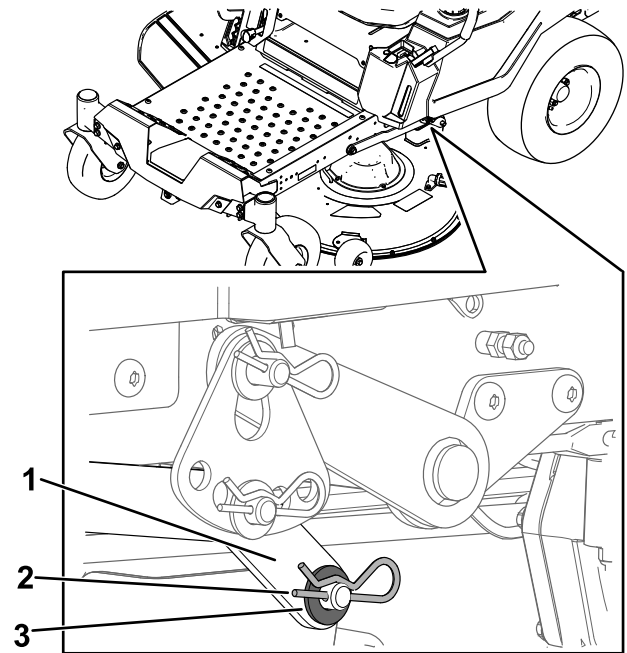

**Figura 64**
- Retire la chaveta de la varilla de soporte delantera y retire la varilla del soporte de la carcasa (Figura 64).
8. Conecte la varilla de soporte delantera a la carcasa de corte con el pasador y la chaveta (Figura 64).